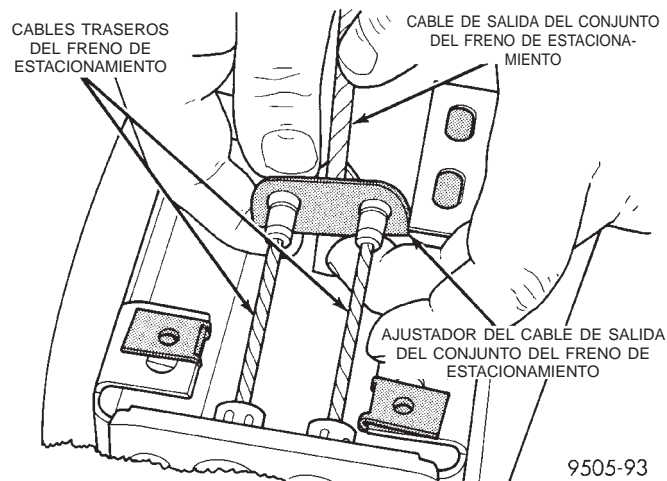
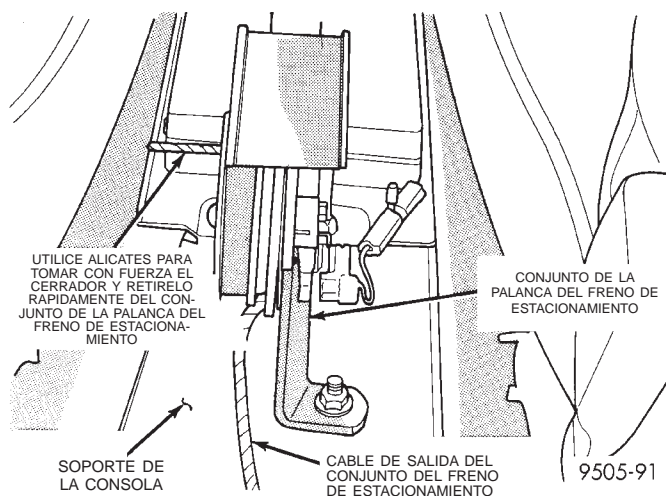

Fig. 131 Cables del freno de estacionamiento en el ajustador
Fig. 134 Desmontaje del cerrador del conjunto de la palanca del freno de estacionamiento
(7) Retire ambos cables traseros del freno de estacionamiento del ajustador de cables de dicho freno (Fig. 131).
(2) Instale ambos cables traseros del freno de estacionamiento en el ajustador, en el cable de salida de la palanca del freno de estacionamiento (Fig. 131).
(3) Asegúrese de que el cable del freno de estacionamiento esté instalado y alineado correctamente con la corredera del cable en la palanca del freno de estacionamiento.
(4) Tome con firmeza el cerrador de la palanca del freno de estacionamiento (Fig. 134) y retírelo rápidamente del mecanismo de la palanca del freno de estacionamiento. Esto permitirá que el mecanismo de la palanca del freno de estacionamiento ajuste correctamente los cables del freno de estacionamiento.